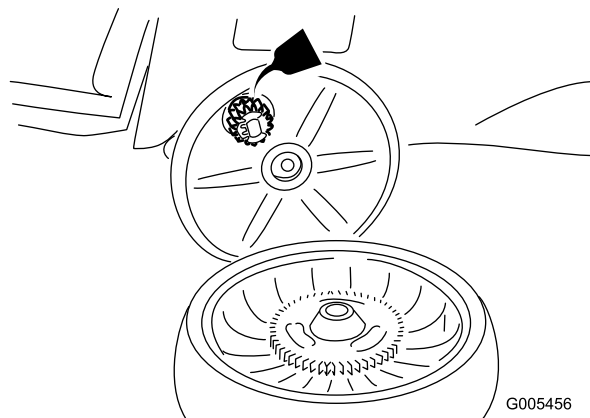

Figura 31
2. Aplique aceite lubricante al interior y al exterior de los engranajes (ver Figura 31).